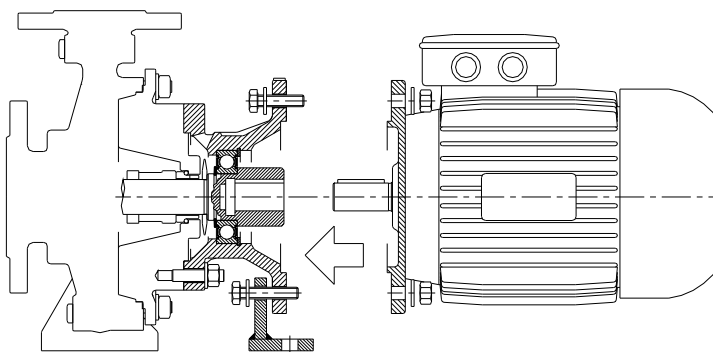

Fig. 23A
- Accoppiare il motore elettrico alla flangia di fissaggio della pompa centrando i due alberi e la linguetta nelle rispettive sedi, bloccare il tutto con i bulloni compresi nella fornitura e prestare attenzione nel montare correttamente (per le pompe che lo prevedono) anche il piedino di sostegno (vedere la fig. 23A).